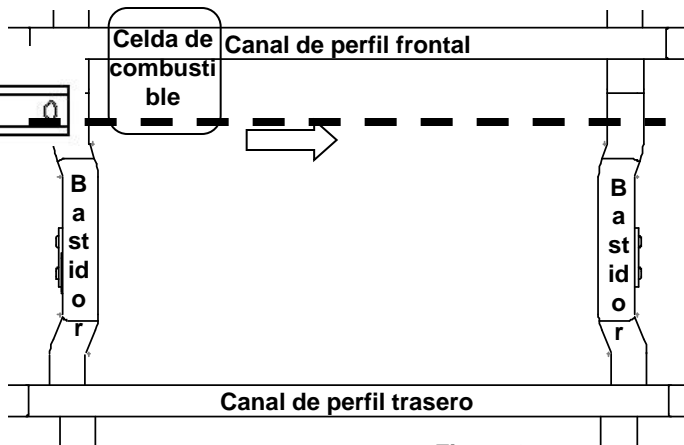

Figura 9
Paso 16A : Inserte el primer larguero desde la rueda trasera del lado del conductor bien por encima del bastidor. Apoye el larguero en ambos largueros del bastidor del chasis (Figura 9).